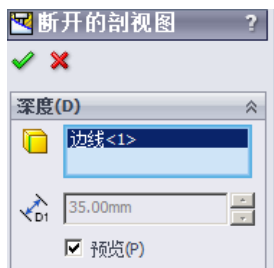

图 6.3.27 “断开的剖视图”对话框
Step5. 选中“断开的剖视图”对话框（图 6.3.27）中的 ☒ **预览(P)** 复选框，预览生成的视图。